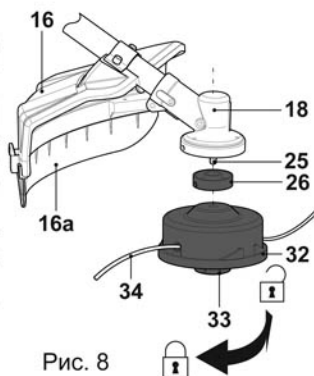

Рис. 8
- > Вставьте и затяните стопорную гайку с нейлоновой вставкой, как указано (рис. 8).